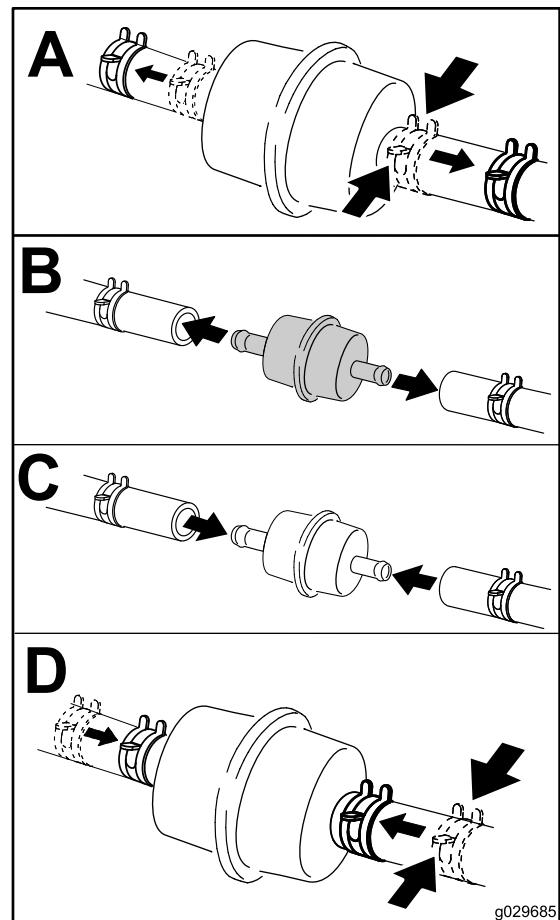

Bild 43
6. Stellen Sie einen sauberen Behälter unter den Kraftstofffilter und tauschen Sie den Kraftstofffilter aus, wie in Bild 43 abgebildet.